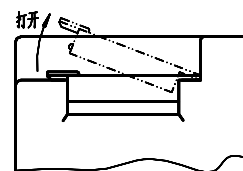

图 4
5、电操的接线端子上方带有透明罩壳，接线时应去除该罩壳，待接线完成后，再将罩壳扣上。（见图 4）